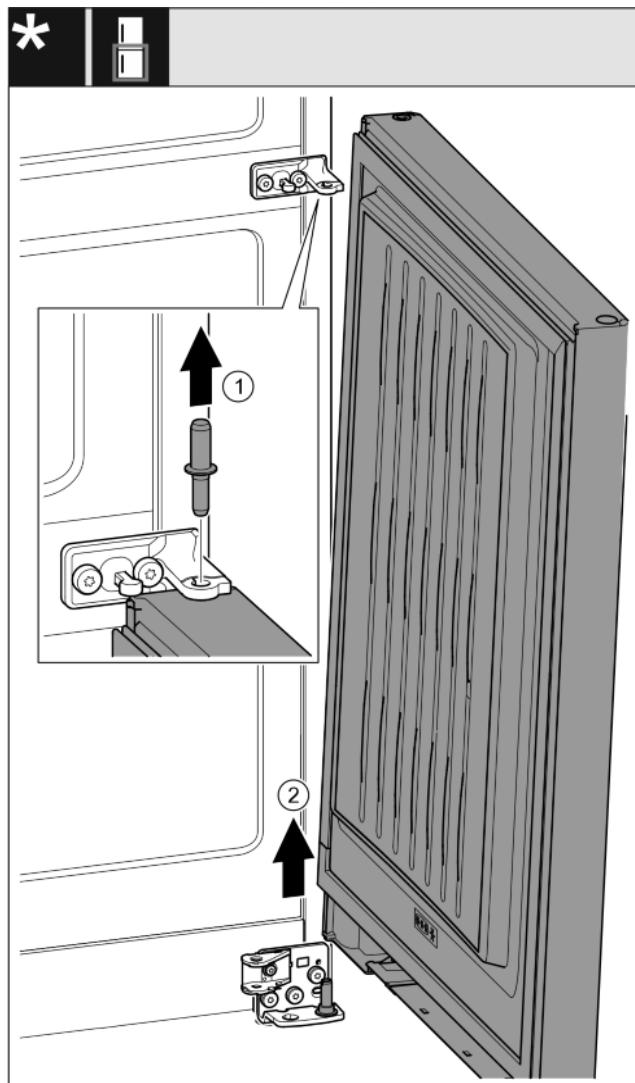

Fig. 19*
- Čap vytiahnite nahor.* *Fig. 19 (1)*
- Dvere vyklopte von, nadvihnite smerom hore a odložte nabok.* *Fig. 19 (2)*